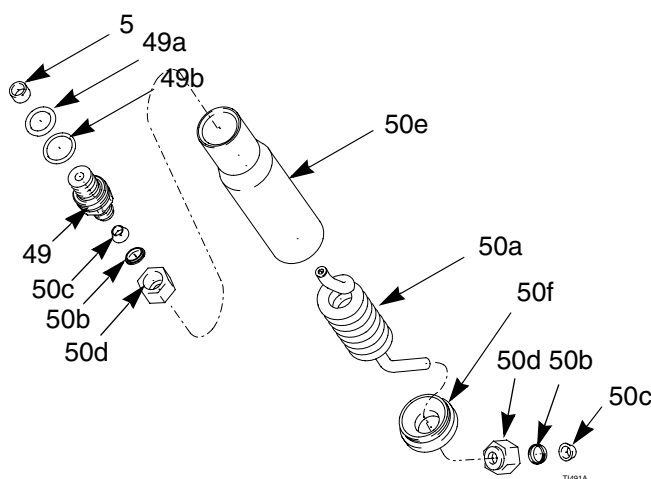

Fig. 3 HC-ombyggnadssats
4. Ta bort vätskeröret (14) och kopplingarna. Se sprängskissen för din pistol.
5. Ta bort vätskeanslutningsfästet (13).
7. Placera distansen (5) i husintaget. Stryk på Graco dielektriskt fett (40) på o-ring (49a) och på båda gängorna på vätskekopplingen (49). Gånga i kopplingen i husintaget. Se Fig. 3.
8. Gånga på muttern (50d) på kopplingen (49). Kontrollera att hylsorna (50c och 50b) sitter på röret (50a) och sitter emot kopplingen (49) innan muttern dras åt.